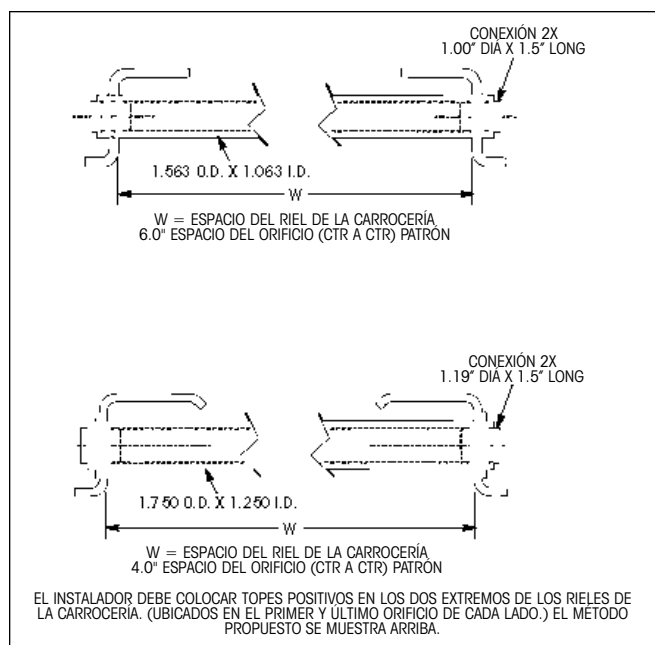
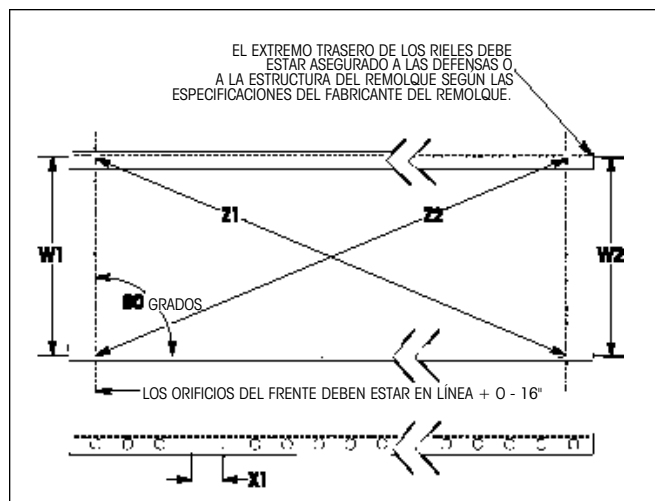
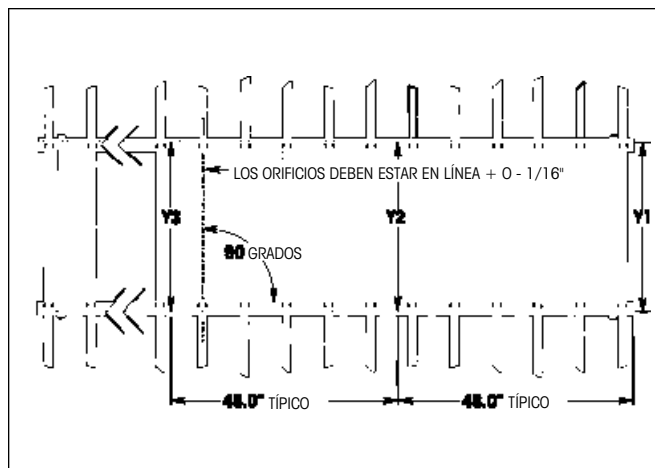
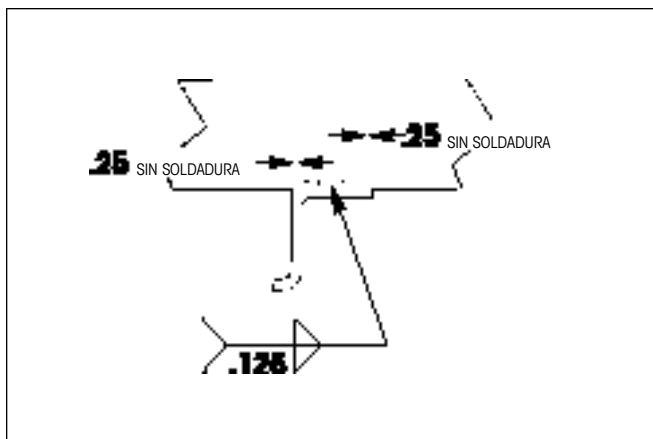

Figura 30. Instalación de los topes positivos
Figura 31. Espacios y diagonales del riel
Figura 32. Medidas de espacio
Figura 37. Fijación del riel recomendado para la corredera HK
**NOTA:** El instalador OEM del remolque u otro instalador del deslizable debe proporcionar e instalar un tope positivo hacia adelante y hacia atrás en los extremos de los rieles de la carrocería. (Ver Figura 30 para determinar el método recomendado por Hendrickson).
2. Con el uso de una regla flexible, mida el espacio del orificio del riel de la carrocería (Figura 31, dimensión X1). Ambos rieles y el cuadro del deslizable deben contar con el mismo espacio del orificio.
3. Con el mismo instrumento de medición, mida el ancho del riel de la carrocería en los extremos trasero y delantero. Ajuste los rieles para lograr el mismo espacio (Figura 31) el cual será igual a la dimensión de especificación de espacio libre del riel, ubicado en el dibujo de ensamble del deslizable (proporcionado con el sistema del deslizable). Asegúrese que la especificación de espacio libre del riel corresponda con el espacio del riel en la Figura 30.
4. Mida las dos diagonales del riel de la carrocería (a partir de los centros del orificio) (Figura 31). Si las diagonales no son iguales, ajuste según se requiera. Las medidas "W" y "Z" iguales colocarán correctamente los rieles y garantizarán un espacio paralelo del riel y una alineación del orificio coaxial.
5. Inserte los topes positivos en los orificios de los dos extremos de los rieles de la carrocería y coloque unos puntos de soldadura. (Figura 30)
8. Iniciando desde el extremo trasero de los rieles, inspeccione la medida del ancho aproximadamente cada 48" (Figura 32). El valor para Y1, Y2 e Y3 corresponde al ancho del cuadro del deslizable y varía en caso que las lanas se encuentren presentes o no (Figura 30). Ajuste y solde completamente los rieles del deslizable en el canal transversal del remolque, como se describe en la sección PROCEDIMIENTOS DE SOLDADURA PARA EL DESLIZABLE HK, página 24 (Figura 37) y en los parámetros de soldadura en la página 7.
2. Revise de nuevo el espacio del riel (Figura 30).